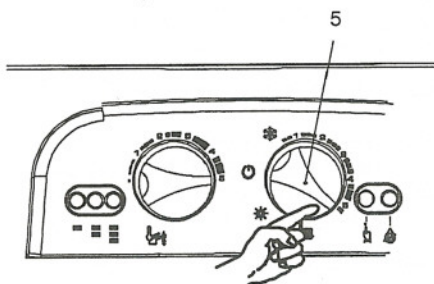

fig. 7.3
- 2 Colocar el conmutador de función 5 igual que en la fig. 7.3